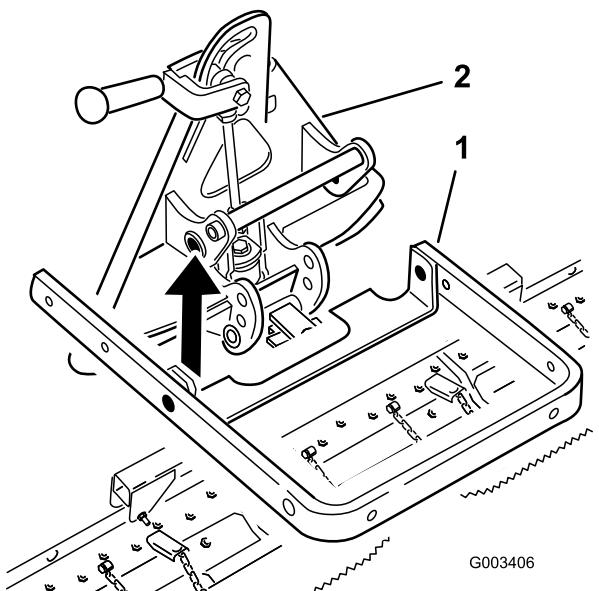
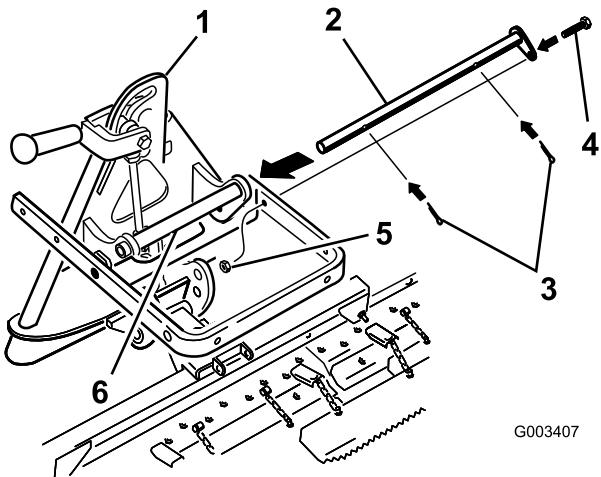

Figura 4
Figura 5
2. Alinee el brazo de elevación con el soporte del adaptador de accesorios (Figura 4) y conéctelos usando la barra de giro, según se muestra en Figura 5.
Nota: Para desplazar el adaptador de accesorios, utilice el asa de la parte trasera del adaptador (Figura 5).
3. Fije la barra de giro con 2 pasadores de horquilla y un perno (3/8 x 1-1/4 pulgadas) (Figura 5).
Siempre levante y mueva el accesorio usando el asa situada en la parte trasera del adaptador de accesorios (Figura 5).